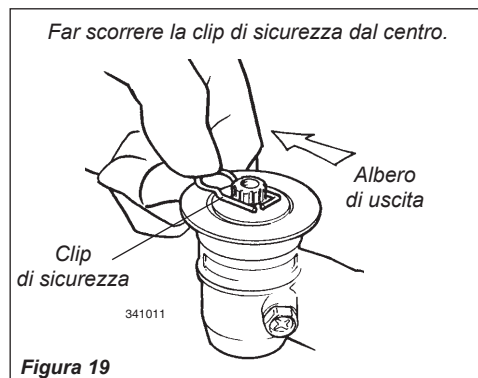

Figura 19
2. Fare scorrere la clip di sicurezza dal centro. Vedere Figura 19.